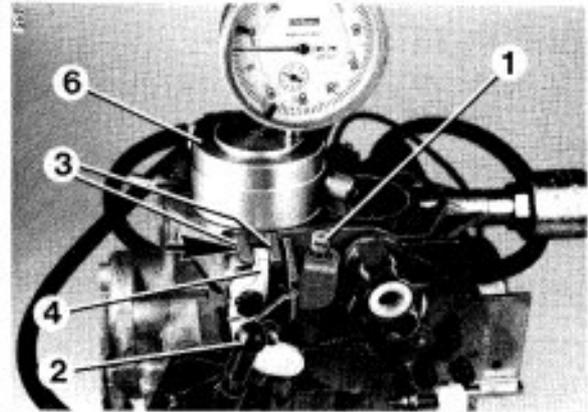

Bild 26
### 3.2 II. Stufe (Bild 26, 27)
- Drosselklappenanschlagschraube (1) herausdrehen bis diese nicht mehr anliegt.
- Gabel (3) des Drosselhebels leicht in Pfeilrichtung drücken und mit Meßvorrichtung (6) Bild 26, 27 vorgeschriebenen Wert einstellen.